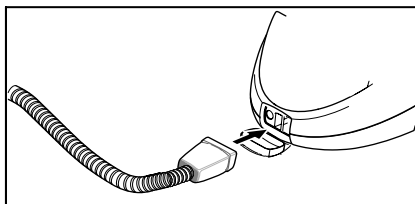

Bild 2
- Stick i ånganslutningen (C6) ordentligt i apparatens uttag (A1). Se till att stoppen på ångkontakten hakas fast i locket på apparatens kontakt (se bild 2).